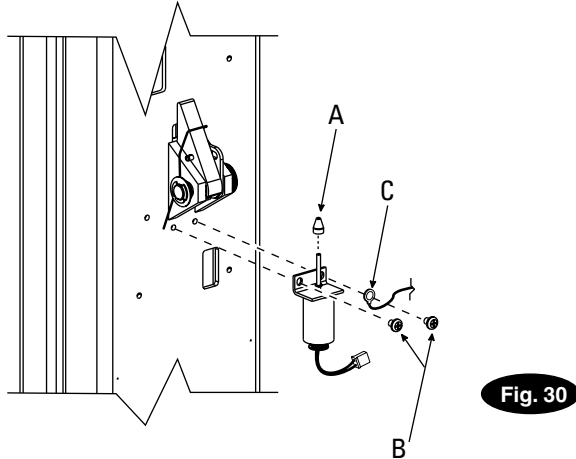
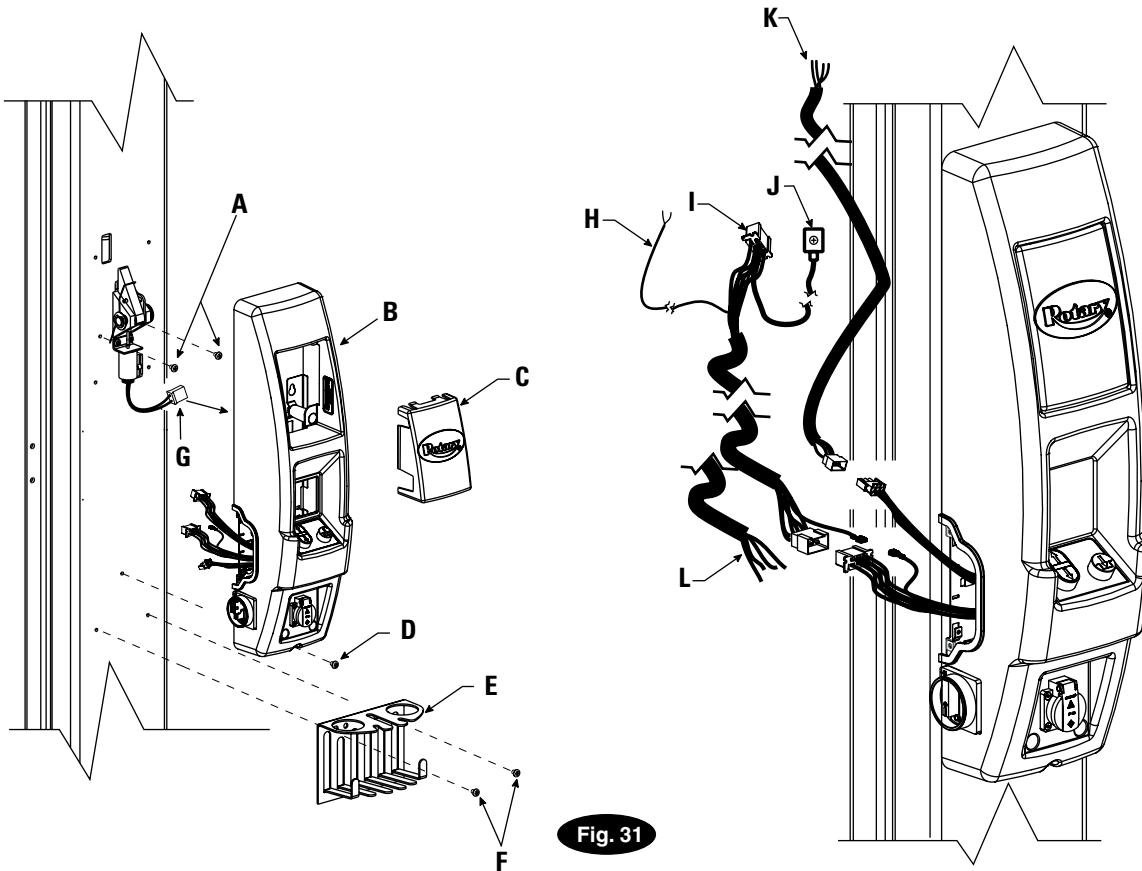

Fig. 30
Fig. 31
22. Sopralzo solenoide: Montare gli elettromagneti sotto i ganci di arresto di entrambe le colonne, fig. 30. Applicare i contatti scorrevoli negli steli delle bobine. Collocare gli
Dettaglio fig. 30
elettromagneti nelle colonne e fissarli per tenerli in posizione, fig. 30.
Rimuovere il pannello di accesso dal pannello di comando master (sul pannello sono fissati 5 cavi), Fig. 31. Applicare (2) PHMS da 5/16" -18NC x 3/8" nei fori posti su ogni lato del gancio di arresto (lato gruppo generatore) e farli sporgere contemporaneamente di ca. 3 mm per sorreggere il pannello. Attaccare il pannello di comando master sopra il gancio di arresto alla colonna per mezzo delle viti PHMS da 5/16" -18NC x 3/8" e tirare il cavo dell'elettromagnete del gancio di arresto attraverso il pannello di comando, fig. 31. Collegare il magnete del gancio di arresto al pannello di comando master. Collegare il morsetto ad anello del filo di messa a terra ad una delle viti del gancio di arresto in solenoide, Fig. 30. Applicare (1) PHMS da 5/16" -18NC x 3/8" sul lato inferiore del pannello di comando master. Tirare tutte (3) le viti. Non posizionare ancora il pannello di accesso nel pannello di comando. Questo verrà rimontato in un secondo tempo.
23a. Montare uno dei supporti per l'utensile pneumatico sotto al pannello di comando master per mezzo di due PHMS da 5/16"-18NC x 3/8", fig. 31.
Dettaglio fig. 31